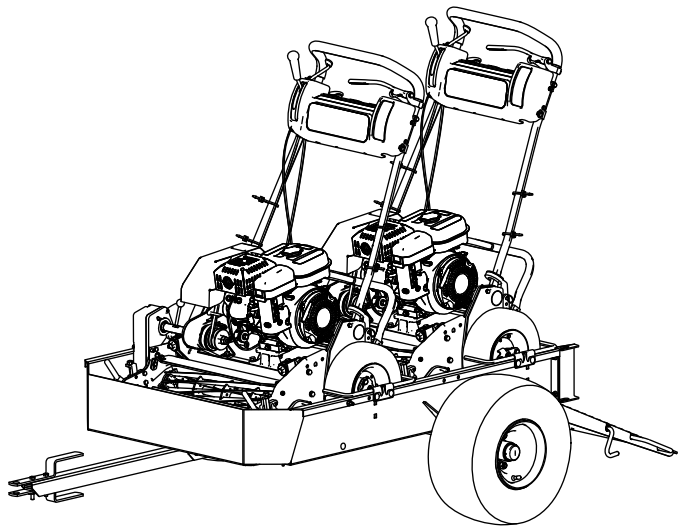

图7
**注意** 使用第一组车轮杆作为第 2 个机器的止动装置图7。